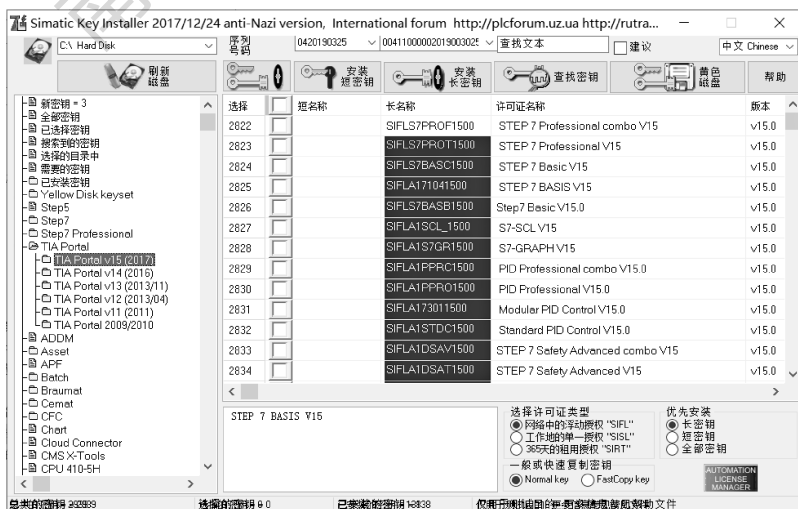

图 1-7 TIA Portal v15(2017)文件
- (3) 在软件左侧找到“TIA Portal”文件夹,双击打开后,点击“TIA Portal v15(2017)”文件,如图 1-7 所示。